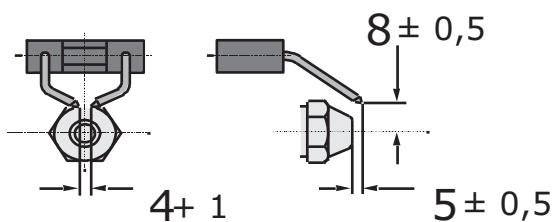

Рис. 508
- Проверить просвет между наконечниками электродов и топливной форсункой (см. Рис. 508).
- Проверить просвет между электродами (см. Рис. 508).